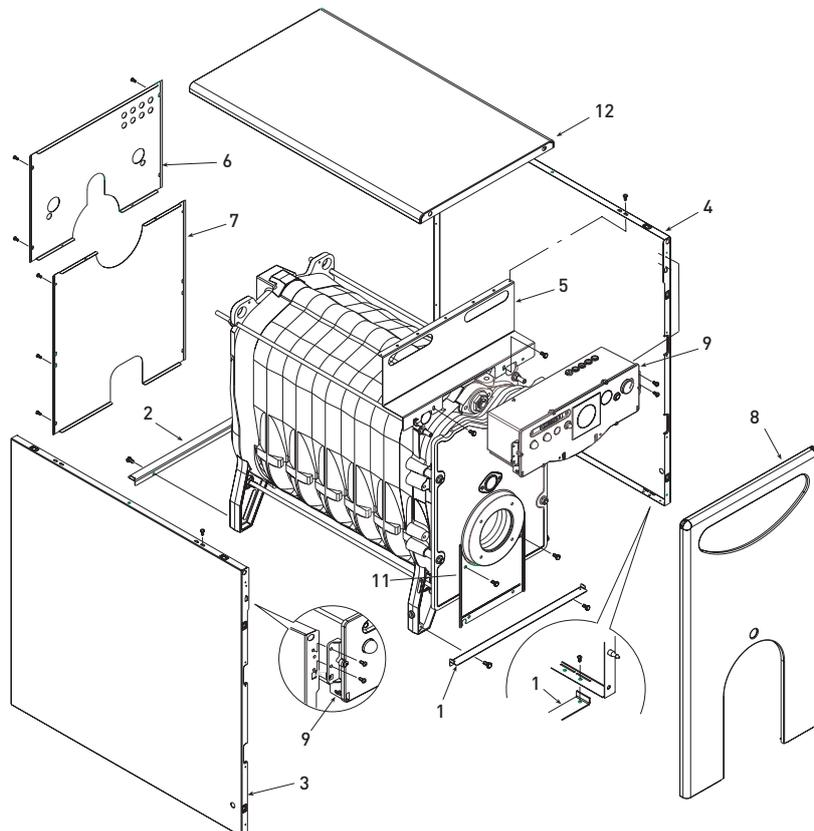

Abb. 5
2.5 MONTAGE DES "RONDO ErP BE" MANTELS (Abb. 5)
werden in gesonderten Kartonverpackungen ausgeliefert. In der Verpackung des Mantels befinden sich der Beutel mit der Dokumentation des Heizungskessels und die bereits vorbereitete Glaswolle zur Isolation des gusseisernen Heizungskörpers. Zur Montage der Bestandteile des Mantels gehen Sie folgendermaßen vor (Abb. 5):